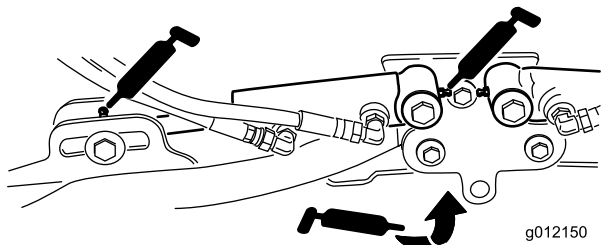

Figura 43
- Cilindros do braço de elevação da unidade de corte (2 de cada) (Figura 43)
- Articulações do braço de elevação (1 de cada) (Figura 43)